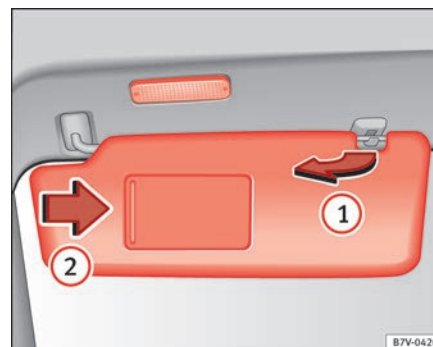

Fig. 64 Pala de sol.
- A pala do sol pode ser puxada para fora da fixação e ser virada para a porta ⇒ Fig. 64 ①.